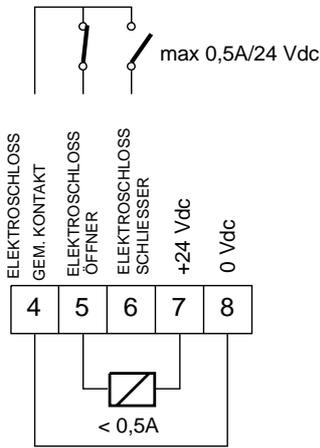

Abb. 15
- 5. **Elektroschloß - Öffner (max. Festigkeit 0,5A/24V) (Abb. 15).** Der Ausgang dient zur Steuerung eines magnetischen Schließsystems. Bei Stromausfällen ist das Elektroschloß nicht aktiviert. In der Betriebsart NACHT wird das Elektroschloß versorgt und ist also aktiviert. Der Steuerimpuls Öffnen (internen Steuerung bzw. NOTÖFFNUNG gesteuert) unterbricht vorübergehend die Versorgung des Elektroschlusses und gestattet somit die Türöffnung.